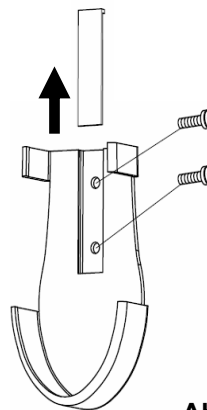

Abb. 14a
2. Entfernen Sie die Schraubenabdeckung und montieren Sie die Halterung mithilfe der 2 Schrauben und befestigen Sie die Schraubenabdeckung wieder. (Abb. 14a)